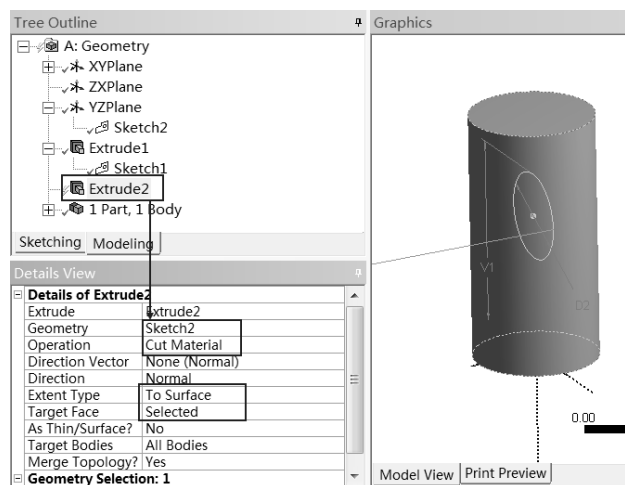

图 2-50 去材料操作
Step12: 单击工具栏中的  Extrude (拉伸) 按钮，此时在 Tree Outline (模型树) 的 A:Geometry 下出现一个“拉伸”选项，如图 2-50 所示，在 Details View 面板的 Details of Extrude2 下面设置如下。